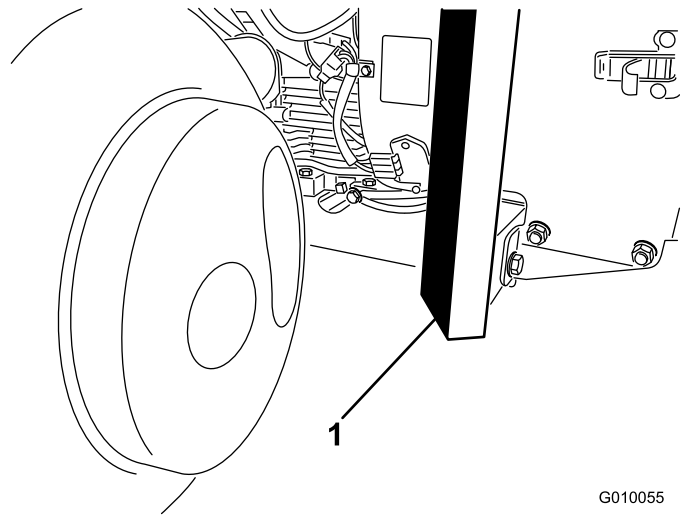

Figure 41
2. Placez le cric correctement sous l'avant du châssis (Figure 41).